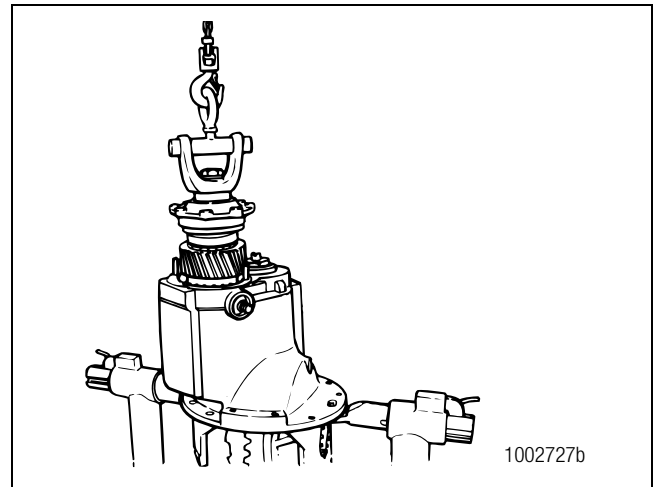

Figura 3.22
- Levante el conjunto de eje impulsor hasta que la jaula de cojinetes quede separada del portadiferencial. Si es necesario, golpee suavemente la jaula de cojinetes con un mazo de latón o de plástico para separar la jaula del portadiferencial. Figura 3.22.